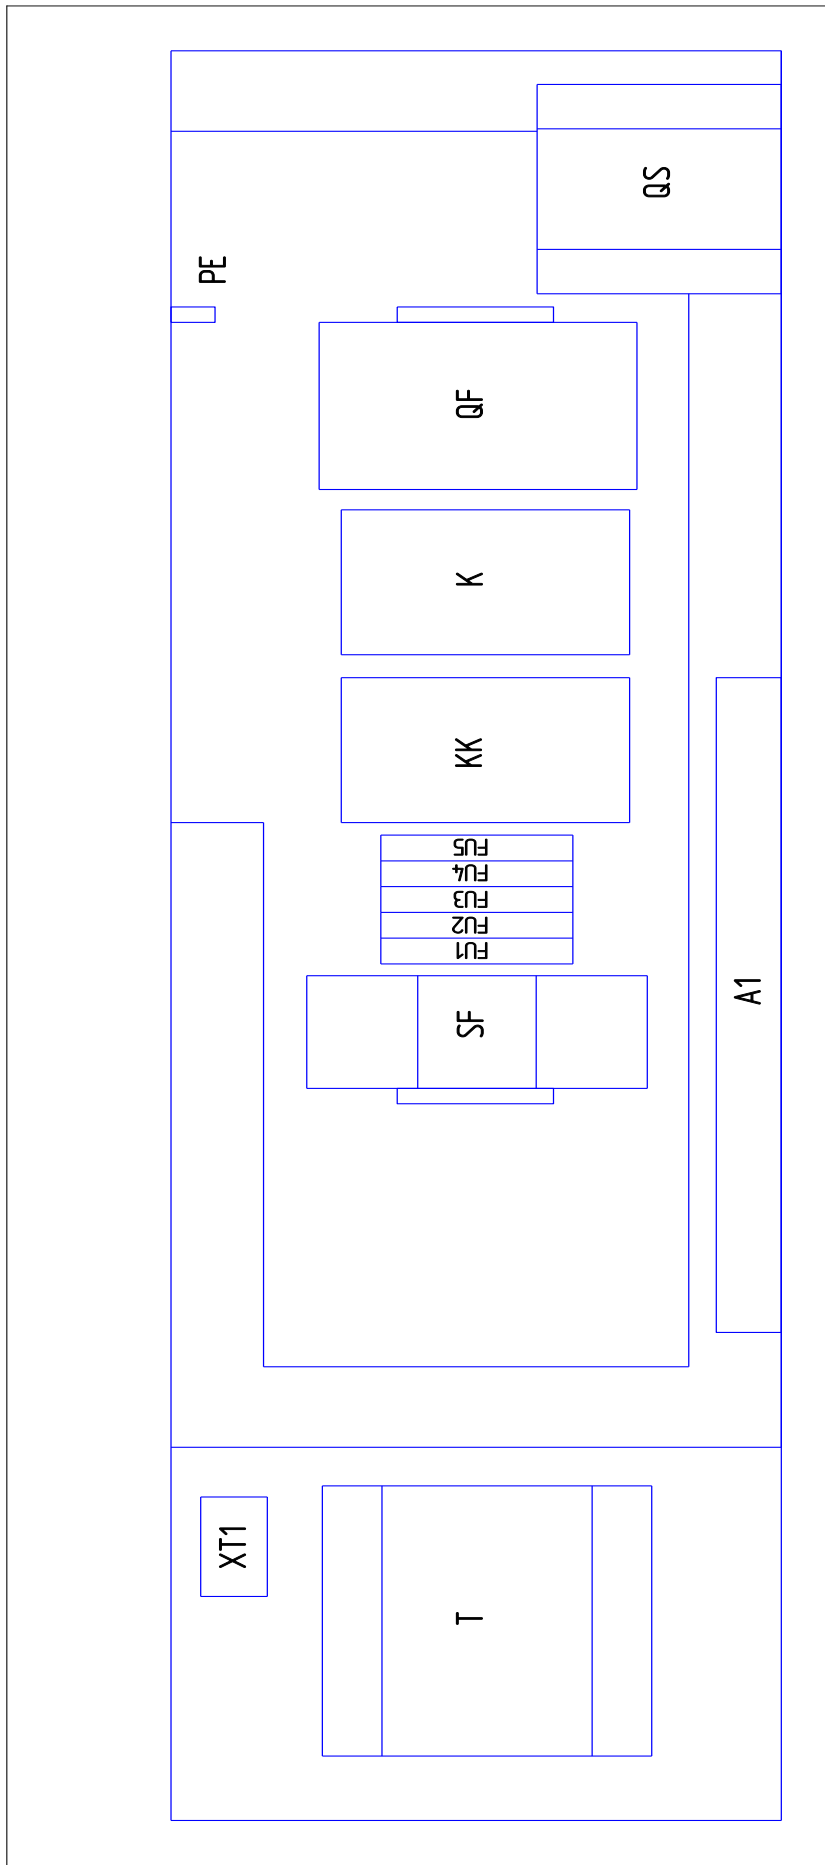

Рисунок 6 – Блок-схема компрессорной установки
**14 – Шкаф с электроаппаратурой** (см. рисунок 1 или 2, или 3) представляет собой короб закрытого типа с установленной платой, на которой смонтирована пуско-регулирующая аппаратура и устройства защиты (блок-схема см. рисунок 6), доступ к которым осуществляется путем демонтажа верхней панели корпуса и крышки шкафа.
- 4) Плавкие предохранители - (см. рисунок 6) защита цепей управления и сигнализации;